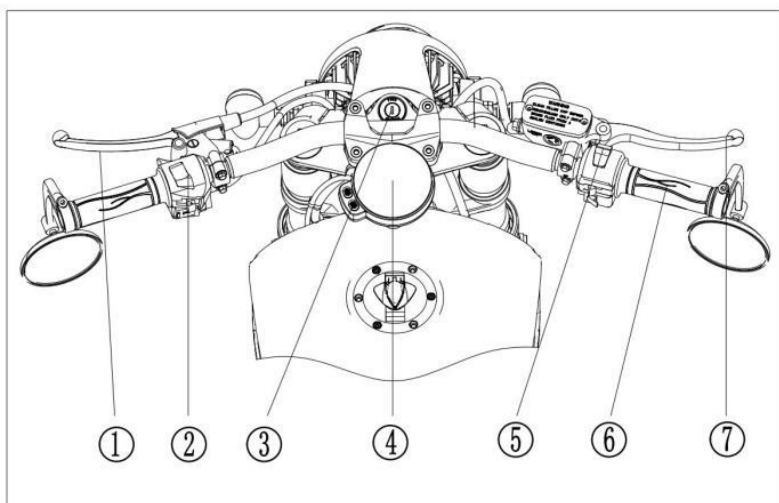

Рисунок 3
⑬ Педаль тормоза
**3. (Рис. 3)**
① Рычаг сцепления
② Левый блок управления
③ Замок зажигания
④ Приборная панель
⑤ Правый блок управления
⑥ Рукоятка газа
⑦ Рычаг переднего тормоза